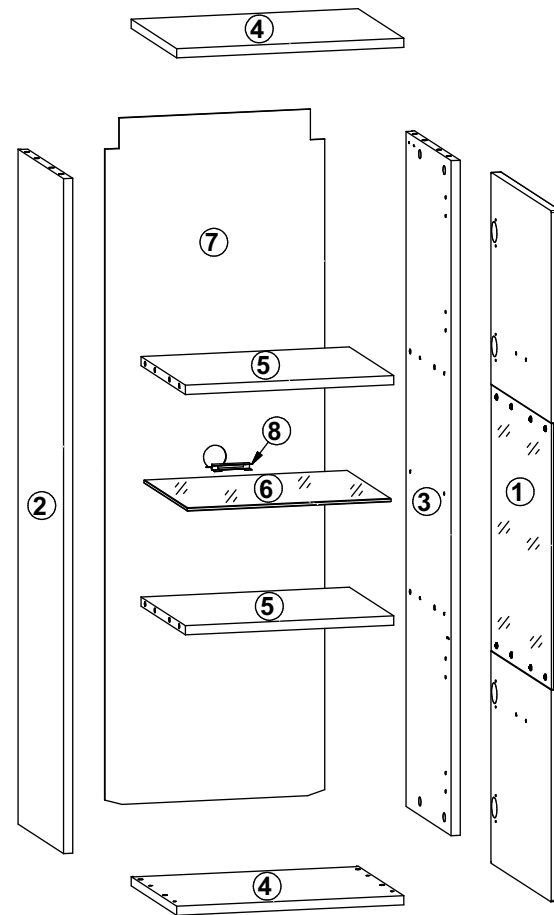

Рисунок 1
- ВНИМАНИЕ!** Возможны варианты открывания двери **1**: право- и левостороннее (см. рис. 1).